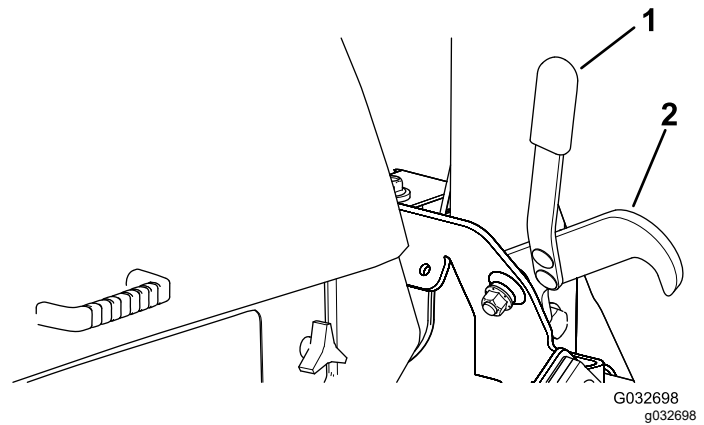

Figure 31
2. Asseyez-vous sur le siège et tournez la clé à la position CONTACT (Figure 31).